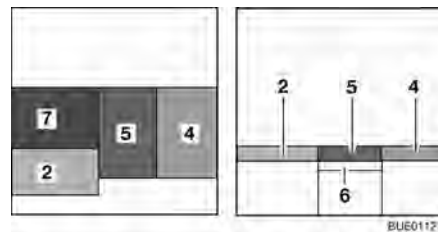

Fig. 113 Dopo la trasformazione
- Estrarre la prolunga del cassone letto (Fig. 113,6).
- Posizionare il cuscino del divano (Fig. 113,5) al centro.
- Posizionare il cuscino dello schienale (Fig. 113,4) tra il cuscino del divano e la parete.